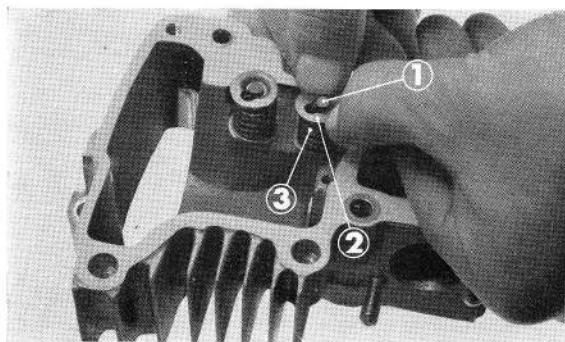

Figure 2-9 : ① soupape ② cuvette de ressort
1. Les soupapes peuvent être déposées en appuyant sur leur cuvette, et en amenant l'échancrure de celle-ci en regard de l'ergot de la queue de soupape (figure 2-9).